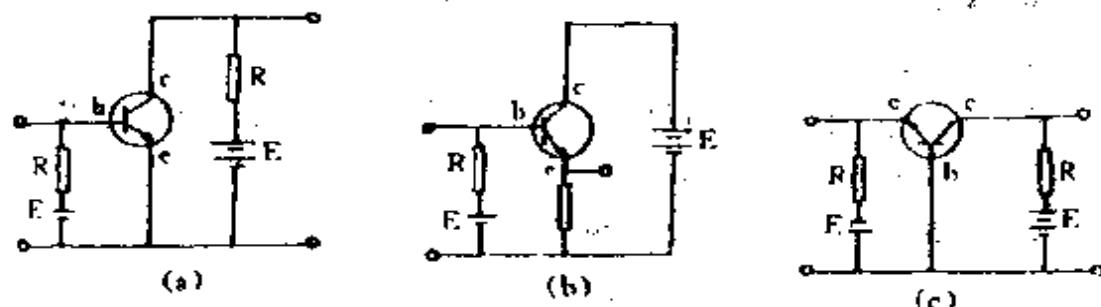

图 41
(1) 共发射极接线。以发射极作为输入输出的公共端，多用在放大电路和开关电路中。如图 41 (a) 所示。
(2) 共集电极接线。也称为射极输出器，以集电极作为输入输出的公共端，多用来进行阻抗变换，如图 41 (b) 所示。
(3) 共基极接线。以基极作为输入和输出的公共端，多用在振荡电路和高频放大电路中。如图 41 (c) 所示。